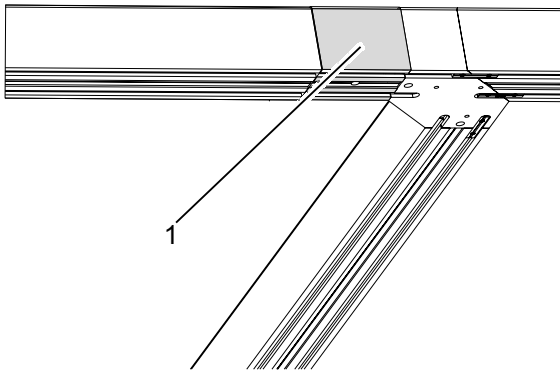

Abb. 2: Position des Revisionsstücks direkt vor dem Bahnhof
- Das Revisionsstück (Abb. 2/1) ist Teil der Gesamtlänge der Laufschiene. Das Revisionsstück zunächst nicht verbinden, weil es im weiteren Verlauf der Montage wieder entnommen wird. Die genaue Position des Revisionsstücks ist in der mitgelieferten Anlagenzeichnung angegeben.